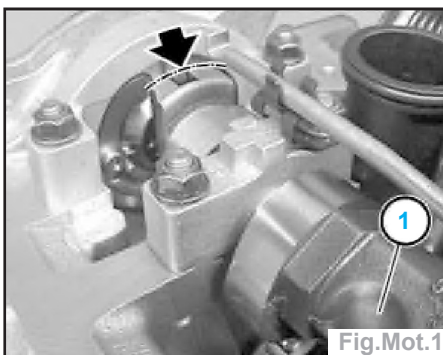

Fig.Mot.1
Nota : le méplat servant au blocage de l'arbre à cames comporte un arrondi (flèche) en partie supérieure et un plat en partie inférieure (Fig.Mot.1). Au PMH du 1^{er} cylindre, l'arrondi du méplat est dirigé vers le haut dans l'axe du cylindre. Distinction supplémentaire de l'arbre à cames d'échappement : Au PMH du 1^{er} cylindre, les décrochements (1) de l'arbre à cames d'échappement sont en direction du collecteur d'échappement. (Fig.Mot.1).